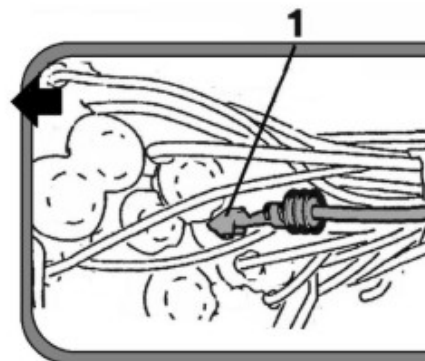

Bild 2.
8. Montera kabeln (svart/vit) i kabelsatskontakt XE1 (bild 2)